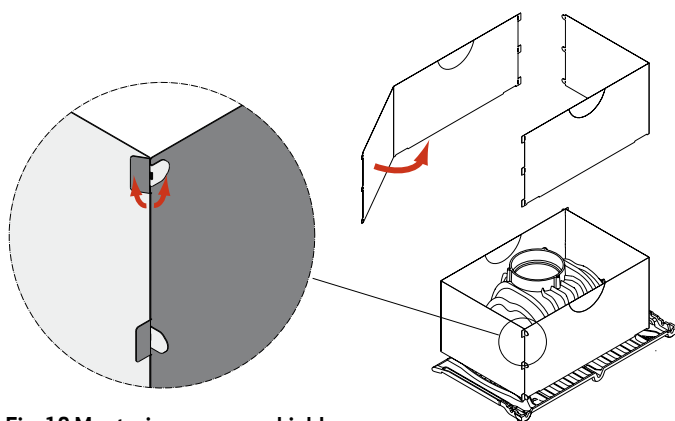

Fig. 10 Montering av varmeskjold
5. Før peisens røykrør monteres settes varmeskjoldet på plass over røykklokken, som vist på fig. 10. Gjelder kun 2175.